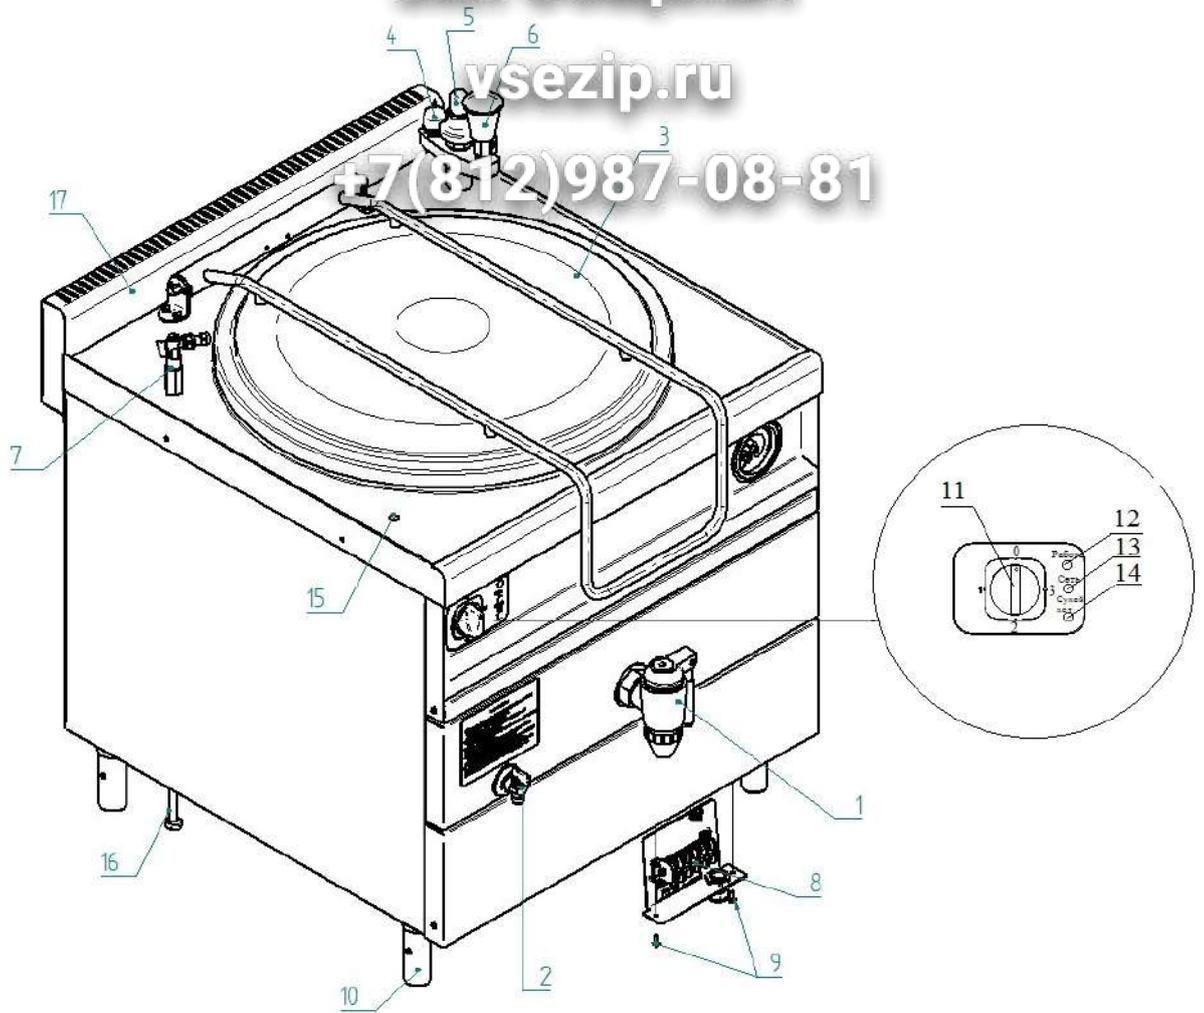

Рис.2
- открыть кран заливной воронки (рис. 2 поз. 6)
- открыть кран уровня (рис. 2 поз. 2).;
- установить переключатель включения котла в положение «1» (рис. 2 поз. 11).
- Визуально проконтролировать загорание светосигнальной арматуры «Сухой ход» (рис. 2 поз. 13.);
- установить переключатель в положение «0» (рис. 2 поз. 11);
- установить переключатель включения котла в положение «1» (рис. 2 поз. 11);
Остальное см. Рис.2